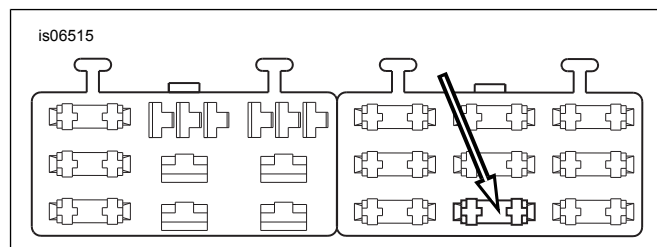

Figura 8. Cavità "OPEN" del pannello fusibili (modelli Dyna 2004 e successivi)
4. Vedere Figura 8. Individuare la cavità del fusibile (1) indicata con "OPEN" sul coperchio del pannello fusibili di destra. Inserire il terminale nel filo arancione/bianco dell'adattatore finché non si arresti. Esaminare l'attiguo terminale installato in fabbrica e controllare orientamento e profondità di inserimento.